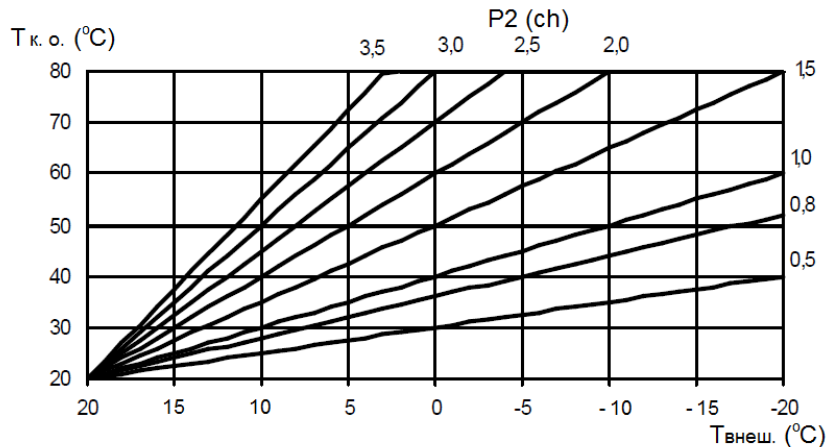

Рисунок 3 - график зависимости температуры в контуре отопления от внешней температуры при комнатной температуре $20\text{ }^{\circ}\text{C}$
- 2) с помощью изменения значений параметра P2 подобрать наиболее комфортную температуру воды в контуре отопления (см. рисунок 3).